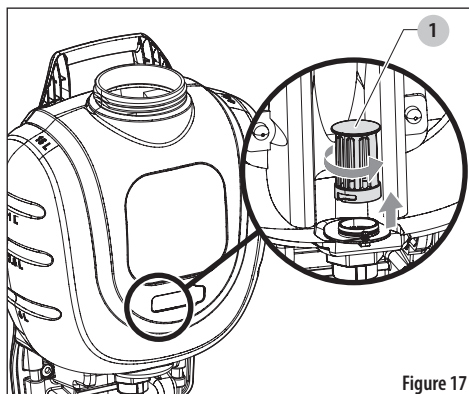

Figure 17
6. Atteignez le filtre à l'intérieur du réservoir (1) situé au bas du réservoir et retirez-le délicatement. Voir Figure 17.